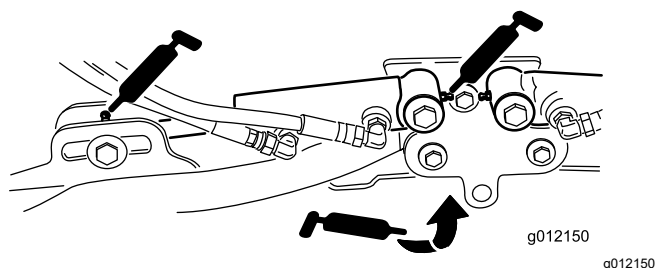

Рисунок 71
- Цилиндры подъемных рычагов режущего блока (по 2 шт.) (Рисунок 71)
- Оси поворота подъемного рычага (по 1 шт.) (Рисунок 71)